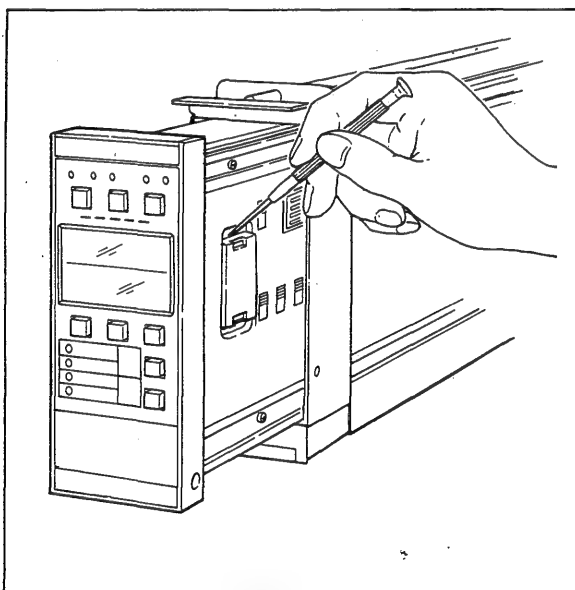
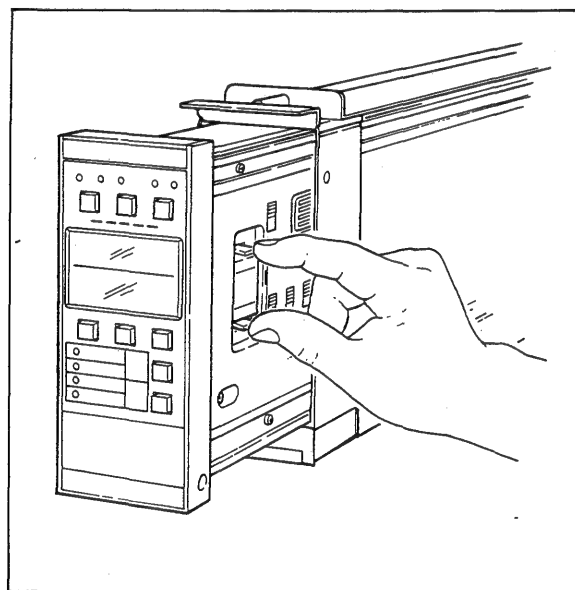

図 6.3.1 保護カバーの取外し
図 6.3.2 電池の取外し
- (1) 内器をハウジングから少し引き出し、取り付けられている電池カバーおよび電池を取り出します (図 6.3.1, 図 6.3.2 参照)。
- (2) 新しい電池を取り付け、電池カバーを確実にはめ込みます。
- (3) 計器正面のALMランプ点滅が止まったことを確認します。